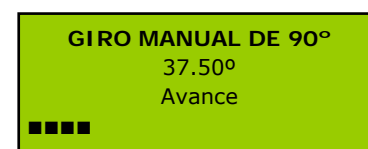

Figura 28.
- **Modo de giro manual introduciendo previamente un ángulo por teclado.** Para acceder a este modo, teclee el ángulo requerido y pulse el pedal. Al pulsar el pedal, la máquina comienza a girar en sentido de avance y en pantalla se visualiza la información que se muestra en la Figura 28.